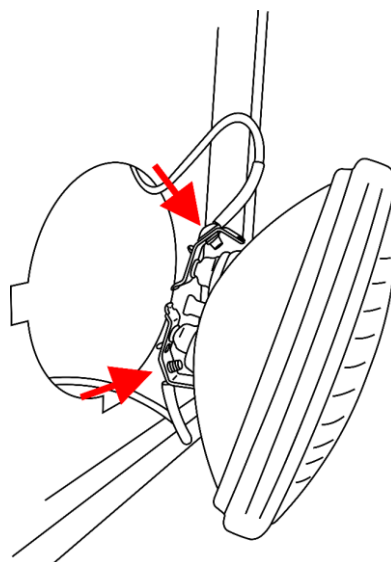

Abb. 06
- 06) Nehmen Sie die beiden Kabel und befestigen Sie sie mit den Schrauben an der Rückseite des Leuchtmittels. Setzen Sie das Leuchtmittel in das Gehäuse ein (Abb. 06).